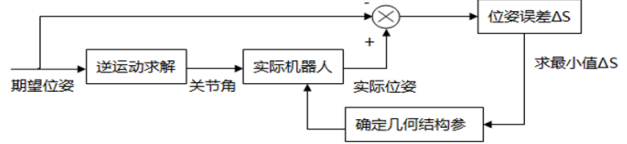

图 2 位姿测量标定示意图
4、参数辨识: 采用最小二乘法或者递归线性方程法, 非线性优化方法, 位姿匹配原理, 建立机器人参数的误差与机器人末端位姿的误差关系, 利用这些关系联合测量得到的数据, 求解机器人实际的运动学参数。如图 2 所示。